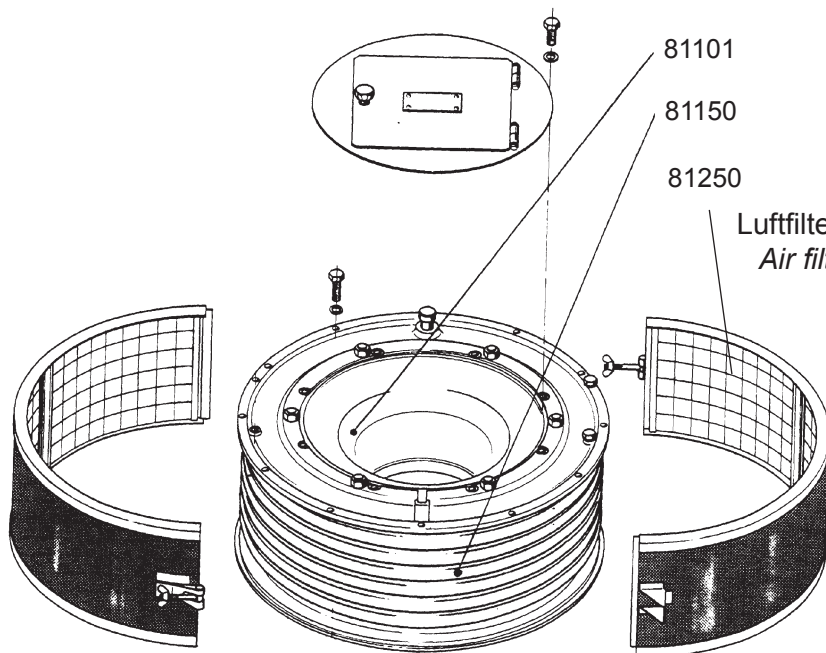

Fig. 3-6
- Luftfiltersegment (81250) in Tauchbad mit Sodalösung baden (s. Fig. 3-6 und 3-7).
- Luftfiltersegmente (81250) umschliessen den Schalldämpfer (s. Fig. 3-6).
Vorsicht ! Dämpferscheiben (81150) des Schalldämpfers und befalteten Abschlusstrichter (81101) nur trocken reinigen (s. Fig. 3-6).
- Bathe the air filter segment (81250) in a bath of soda solution (see fig. 3-6 and 3-7)
- Several air filter segments (81250) enclose the silencer (see fig. 3-6)
Caution ! Silencer discs (81150) and felted end funnels (81101) may only be dry-cleaned (see fig. 3-6).